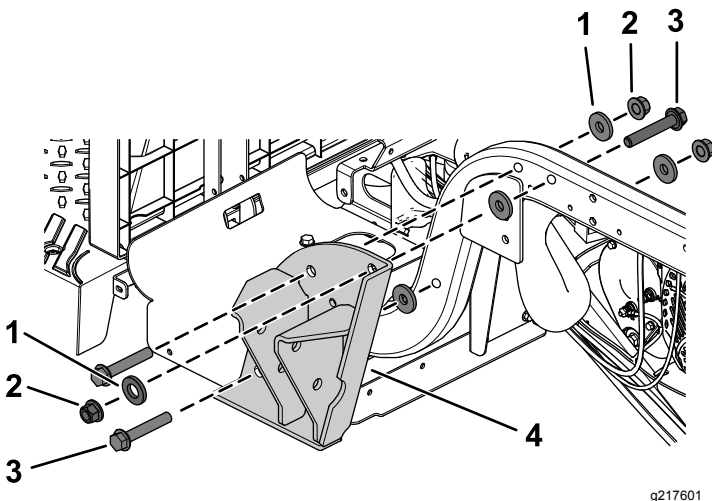

图18
1. 如图18所示用3个凸缘头螺栓½ x 3英寸、5个扁平垫圈½英寸和3个锁紧螺母½英寸安装ROPS支架。
注意 如图18所示确保将2个扁平垫圈安装到外侧。